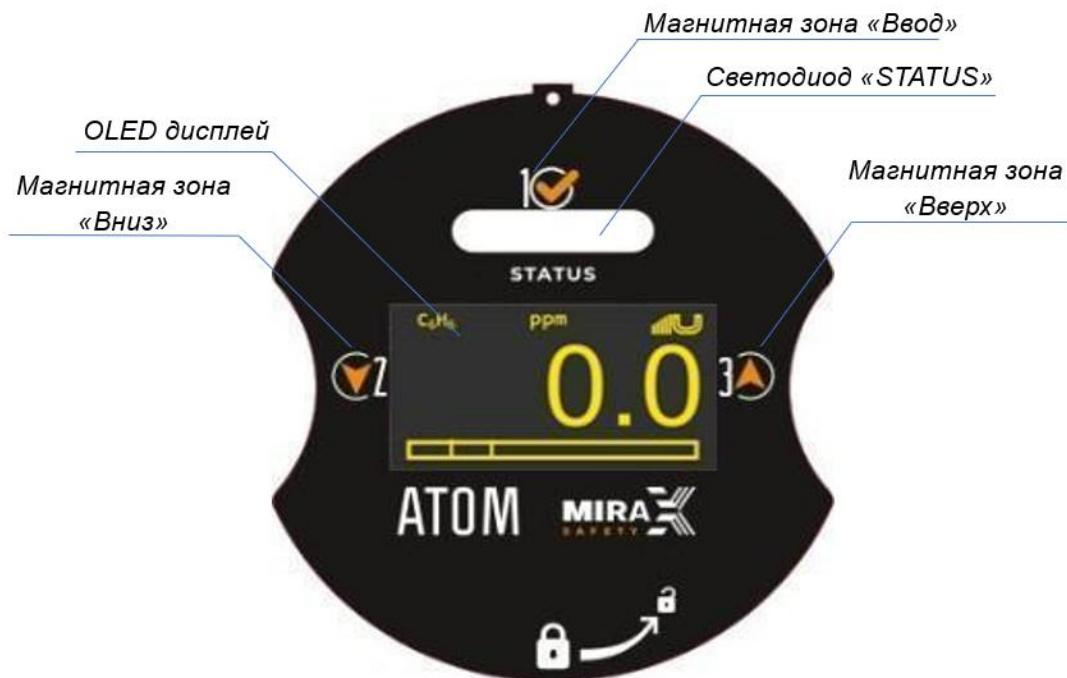

Рисунок 34 Лицевая панель АТОМ
- OLED дисплей (см. рисунок 34).
При кратковременном поднесении магнитного ключа к значку 3 на дисплее отображается текущая информация о датчике (см. рисунок 34). Для выхода обратно в режим измерения необходимо поднести магнитный ключ к этому же значку или к значку 1.